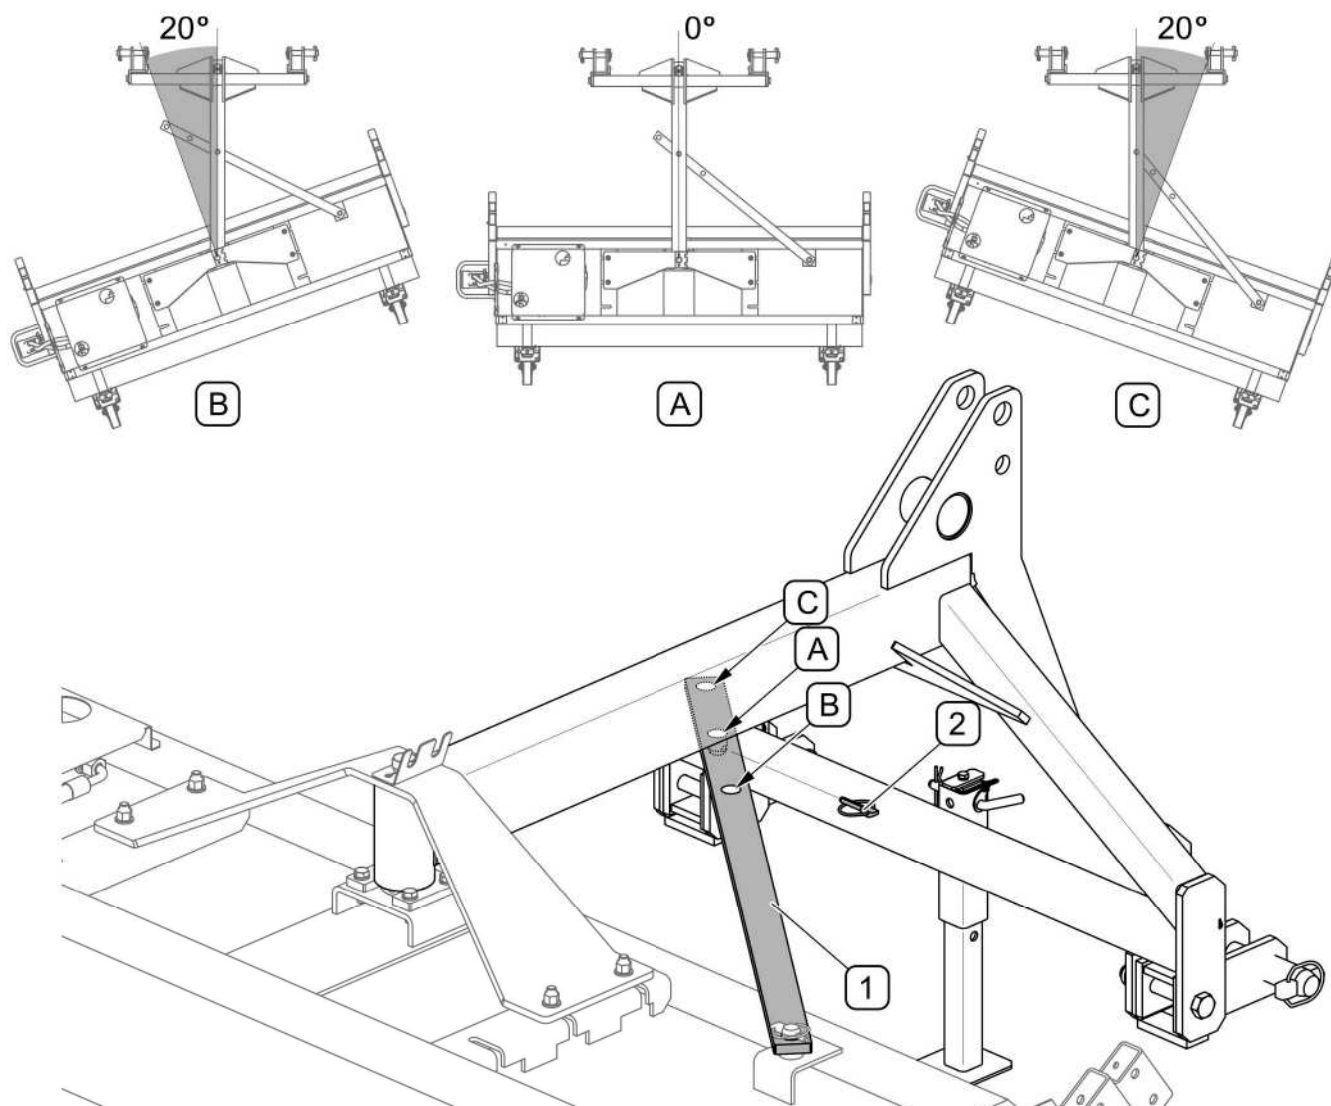

РИСУНОК 4.8 Изменение угла наклона подметающего валика
Регулировка рабочего угла наклона подметающего валика относительно очищаемой поверхности (РИСУНОК 4.8) осуществляется путем изменения положения чеки, вкладывая ее в соответствующее отверстие (A), (B), (C) в планке (1). Для того, чтобы подметельно-уборочная машина работала с наклоном 0° , необходимо закрепить шкворень в отверстии (A) в планке (1) и заблокировать страховочной чекой (2). Отверстия (B) и (C) предназначены для работы машины с наклоном под углом 20° вправо или влево. Работа подметально-уборочной машины под углом разрешается только в случае эксплуатации без бункера для мусора.